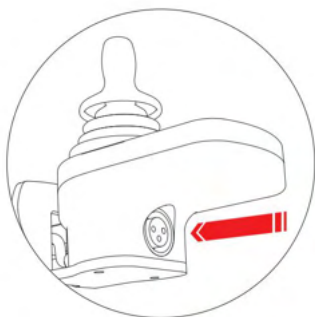

Figura 4.6.1
(3)Na Etapa 3, remova a bateria na direção mostrada na figura. (Conforme mostrado na Figura 4.6.1.3)